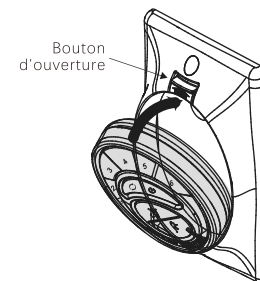

Fig.19
**Étape 1.** Insérez le transmetteur dans la plaque murale en insérant d'abord le bas de le transmetteur, puis en pressant le haut de le transmetteur dans la poche. Le transmetteur fonctionnera pleinement à partir de cet emplacement ou vous pouvez retirer le transmetteur et l'utiliser comme appareil portatif. (Fig.19)